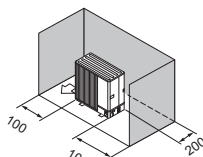

Fig. 2-8
- (3) Ostruzioni o superfici chiuse solo sul retro e sui lati (Fig. 2-8)